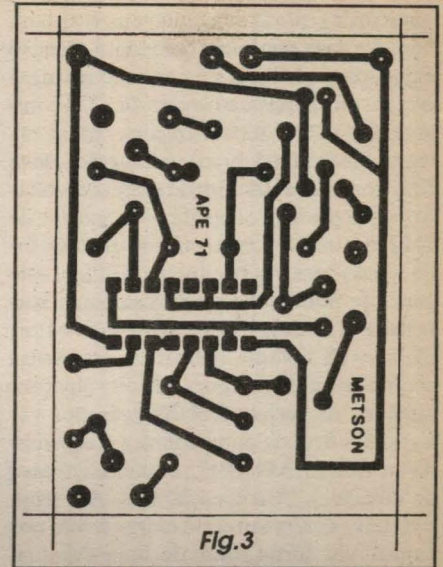

Fig.3
- FIG. 3 - LAY OUT DO CIRCUITO IMPRESSO ESPECÍFICO - Realizar a plaquinha específica de impresso, para a montagem da METSON não é uma façanha, algo difícil...! A partir do lay out, visto em tamanho natural na figura, o leitor/aluno deve copiar cuidadosamente o padrão (usando carbono) sobre a face cobreada de um pedaço de fenolite nas indicadas dimensões, fazer a traçagem usando decalques ácido-resistentes, efetuar a corrosão na solução de percloroeto de ferro, limpeza, furação, nova limpeza, finali-